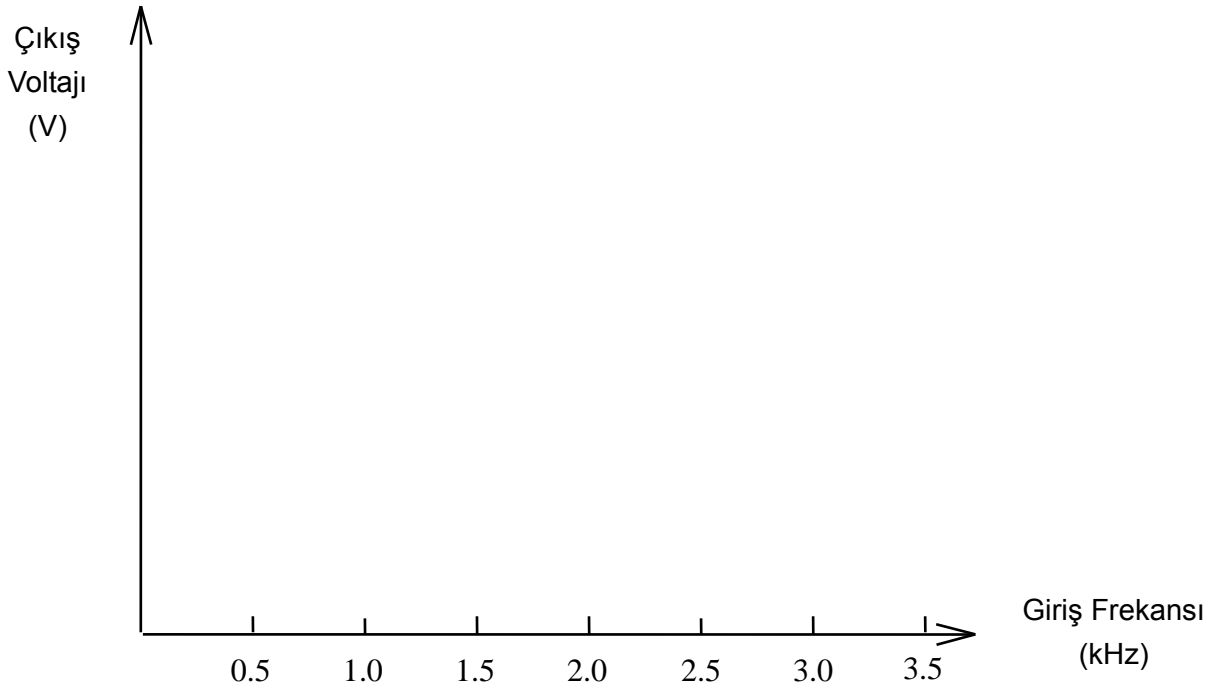

Fig.8-9
- 6. Fig. 8-9'da, çıkış gerilimine karşılık giriş frekans eğrisini çizin.